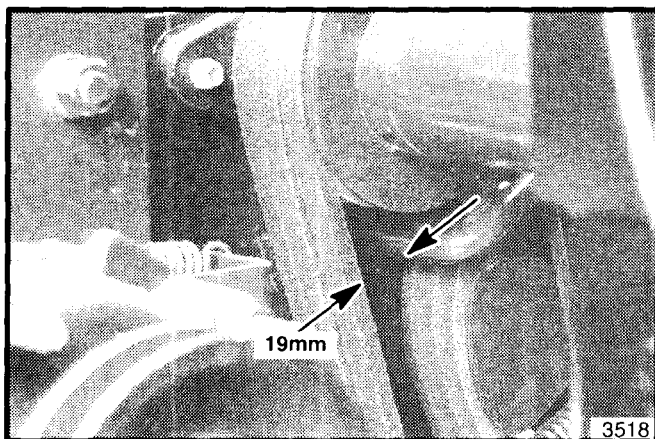

Figura 20. Distanza della cinghia della bobina
8. Innestare la frizione di propulsione della bobina. Misurare la distanza fra le cinghie di propulsione della bobina e il bordo anteriore del gruppo folle del ferma cinghia (vedere figura 20). La distanza deve essere 19mm (3/4 di pollice). Se necessario potete posizionare di nuovo il motore per ottenere la distanza corretta.